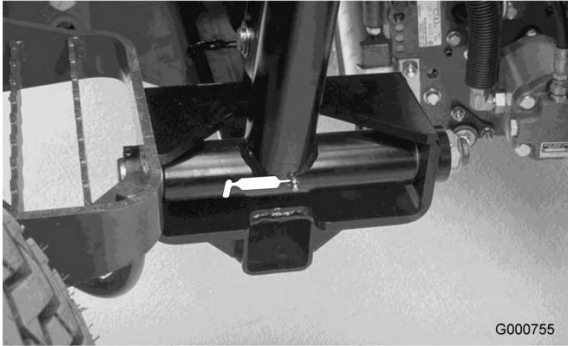

Bild 47
- Hubarm-Drehbüchsen (3) (Bild 47)